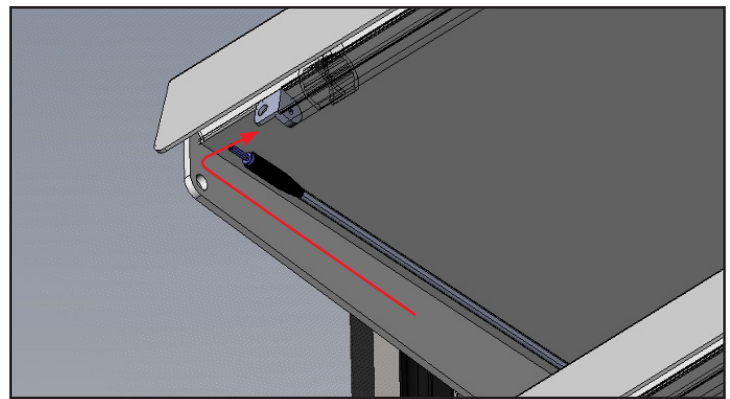

Fig. 2. Lleve el cable de alimentación hasta el módulo LED.
2. Tire con delicadeza del cable de alimentación y llévelo hacia el módulo LED, situado bajo el labio frontal del estante. Véase la fig. 2.